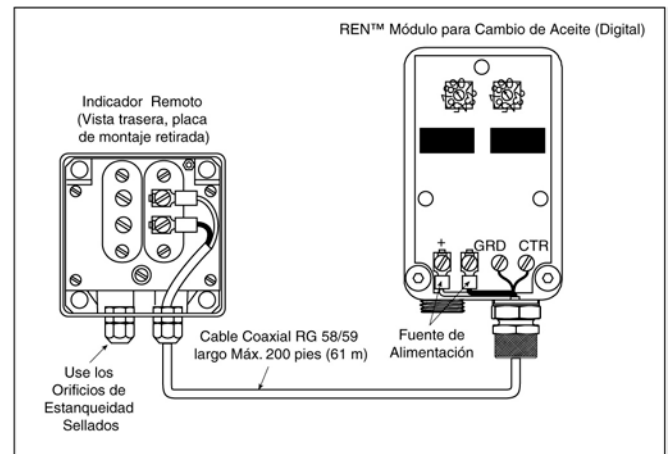

Figura 3 – Conexión Típica para un Indicador Remoto Simple
**Paso 6** – Para conexión al Módulo, la malla del cable es conectada según enseñado en la Figura 3 y no deberá ser aterrada a la maquinaria en más de un punto, (múltiples tierras pueden producir fuertes señales de hasta 30 V positivos o negativos, sin embargo la aplicación de esos voltajes por más de algunos minutos puede dañar la batería interna).